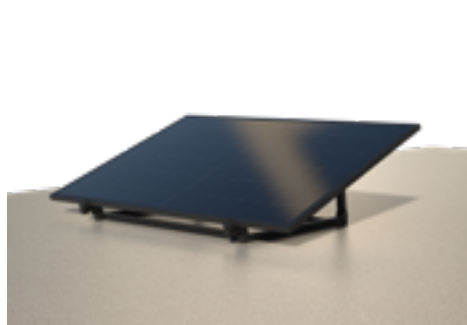

Fig. 2
- Superfici orizzontali quali giardini, terrazze e coperture piane (↗Fig. 2)